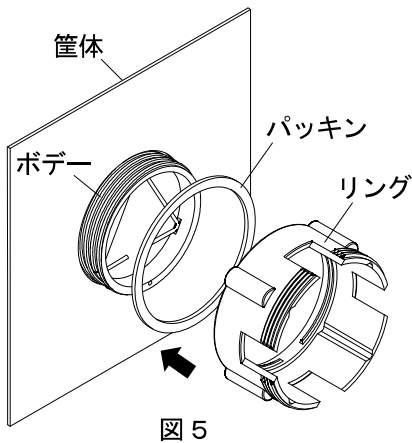

図 5
① 筐体にボデー、パッキン、リングを取付けてください。
1. ボデーを筐体の外側から取付穴に挿入し、筐体の内側からパッキンを取付けます。(図5参照)
2. リングを回転させ、ボデーに緩みのないよう確実に締付けます(推奨締付トルク:5N・m)。(図5, 6参照)